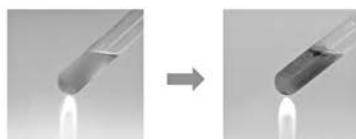

图 3.12 乙醛与新制氢氧化铜的反应
2. 取一支洁净的试管，加入 2 mL 10% 的 NaOH 溶液，滴加 5 滴左右 2% 的 CuSO_4 溶液。再加入约 1 mL 乙醛溶液，加热至沸腾（图 3.12）。观察并记录实验现象。